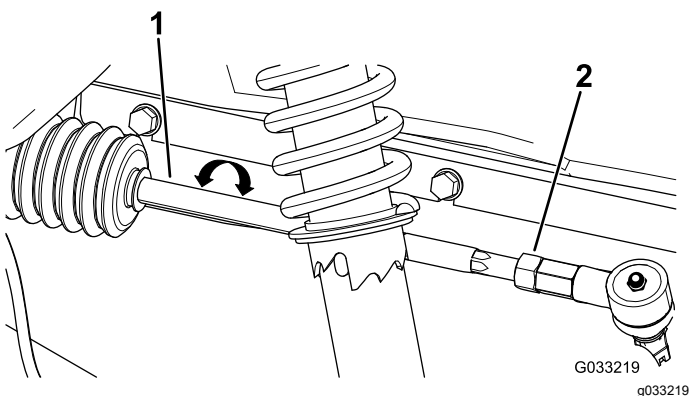

Figure 47
2. Si la mesure n'est pas comprise entre 0 et +/- 3 mm (0 et +/- 1/8 po), desserrez les écrous de blocage aux extrémités extérieures des biellettes (Figure 47).